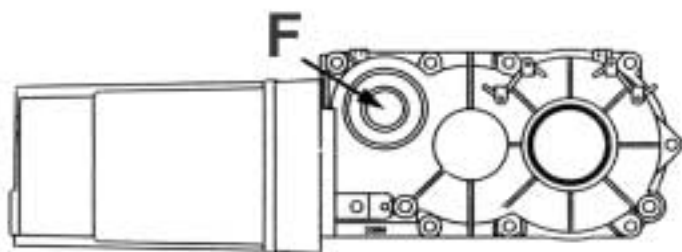

Fig. 13
Quitando la tapa de la caja tenemos acceso al tornillo de regulación del embrague mecánico (F) puesto sobre la caja del reductor (Fig. 13).
El motor no tiene fuerza para mover la hoja.	Regular el embrague lo necesario para restablecer el movimiento de la cancela, sin forzarlo (Fig.13).